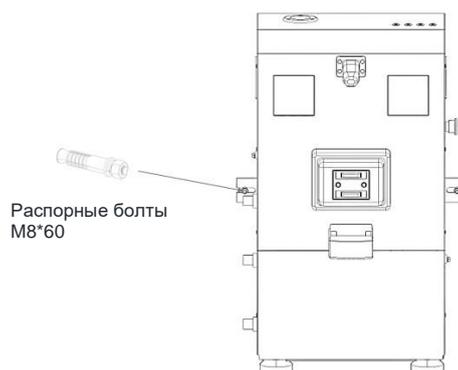

РИС. 8
5. Закрепите устройство к стене с помощью распорных болтов, как показано на РИС. 8.